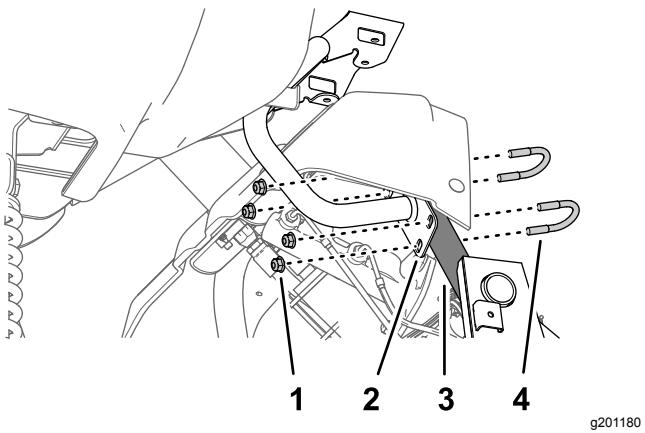

Рисунок 162
3. Установите пластину крепления монитора на опорную трубу ходовой части машины (Рисунок 162) с помощью двух U-образных болтов и четырех фланцевых контргаек (5/16 дюйма).